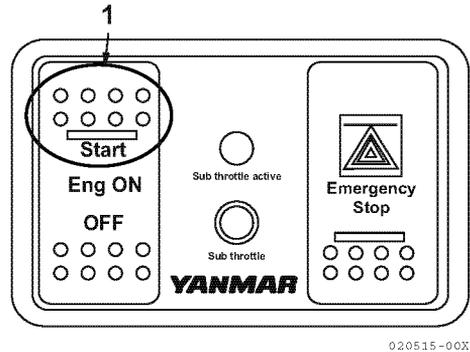

Figura 3
5. Presione el interruptor ENG ON (1, **Figura 3**) y se producirán los siguientes cambios:
Para arrancar el motor, presione el arranque (parte superior) del interruptor Eng ON (1, **Figura 3**).